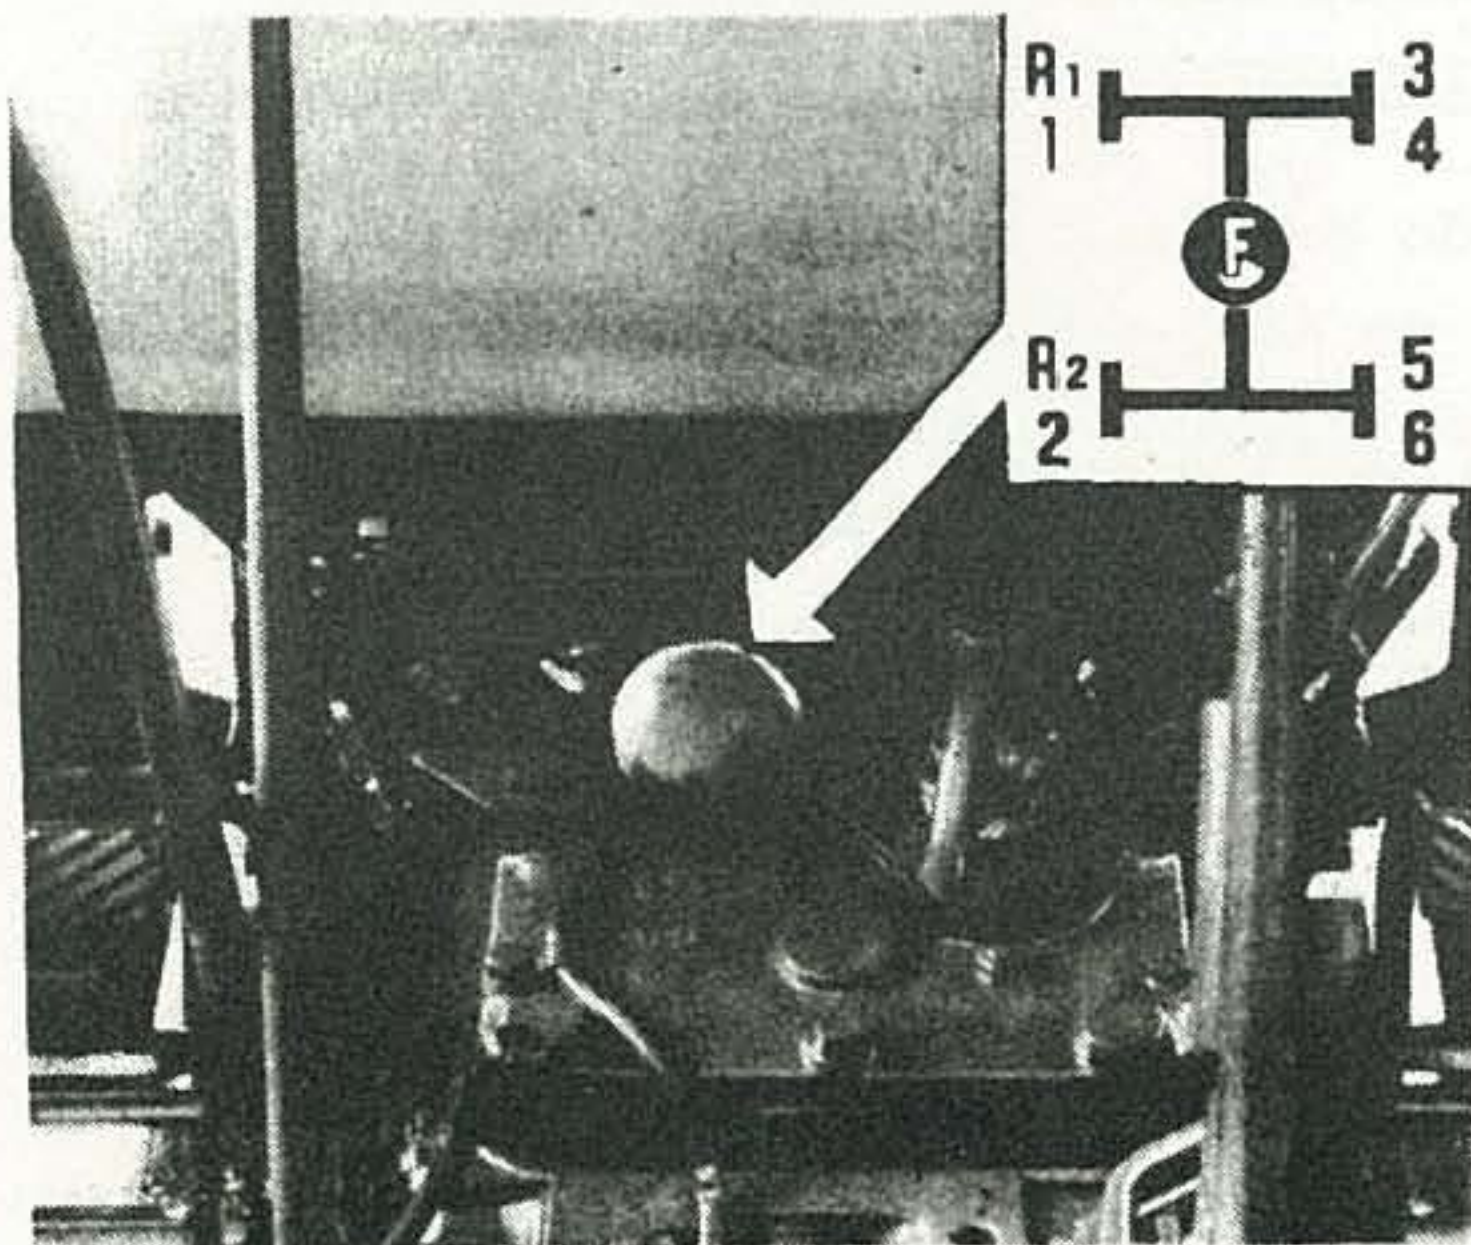

Fig. 6 - Esquema da caixa de velocidades.
1. Verifique se a embraiagem central se encontra na posição de desembraiada e leve a manete de velocidades para a posição de ponto morto (fig. 6).